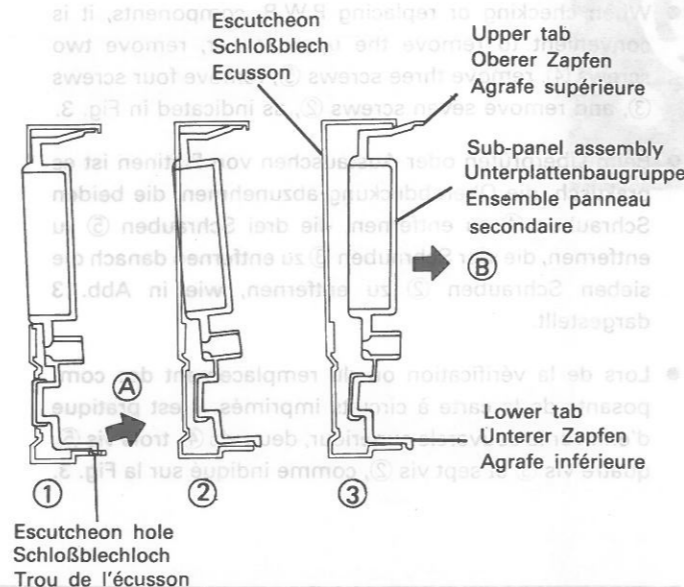

Fig. 6 Abb. 6
After removing the volume control knob (one), BALANCE control knob (one), TREBLE control knob (one), BASS control knob (one), SPEAKERS switchover knob (one) and nuts (one each), remove the sub-panel assembly lower tabs from the escutcheon holes (at three places) (Fig. 6 ①). Pull the lower part of the assembly in the direction of arrow A and remove the upper tabs from the escutcheon holes (at four places) (Fig. 6 ②). Keeping the escutcheon and the sub-panel assembly parallel, pull the sub-panel assembly away from the unit in the direction of arrow B.
Nach dem Abnehmen des Lautstärkereglers (eins), Balanceregler (BALANCE) (eins), Höhenregler (TREBLE) (eins), Baßregler (eins), Lautsprecherschalters (SPEAKERS) (eins) und der Muttern (jeweils eins), die unteren Zapfen der Unterplattenbaugruppe aus den Schloßblechlöchern ziehen (an drei Stellen) (Abb. 6 ①). Den unteren Teil der Baugruppe in Pfeilrichtung A abziehen und die oberen Zapfen aus den Schloßblechlöchern nehmen (an vier Stellen) (Abb. 6 ②). Das Schloßblech und die Unterplattenbaugruppe parallel halten und die Unter-Baugruppe von der Einheit in Pfeilrichtung B abziehen.
Après avoir enlevé le bouton de réglage du volume (un), le bouton d'équilibrage (BALANCE) (un), le bouton de réglage d'aigu (TREBLE) (un), le bouton de commutation des hautparleurs (SPEAKERS) (un) et les écrous (un chacun), retirer les agrafes inférieures de l'ensemble panneau secondaire hors des trous de l'écusson (trois endroits) (Fig. 6 ①). Tirer la partie inférieure de l'ensemble dans le sens de la flèche A, et retirer les agrafes supérieures des trous de l'écusson (quatre endroits) (Fig. 6 ②). Tout en conservant l'écusson et l'ensemble panneau secondaire parallèles, sortir l'ensemble panneau secondaire hors de l'appareil dans le sens de la flèche B.